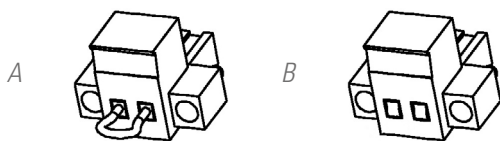

Fig. 4. Conector para el EPO externo.
- Bien al retirar el conector hembra del zócalo donde está insertado. Este conector lleva conectado un cable a modo de puente que cierra el circuito (ver Fig. 4-A).
- O al accionar el pulsador externo al equipo y de propiedad del usuario e instalado entre los terminales del conector (ver Fig. 4-B). La conexión en el pulsador deberá estar en